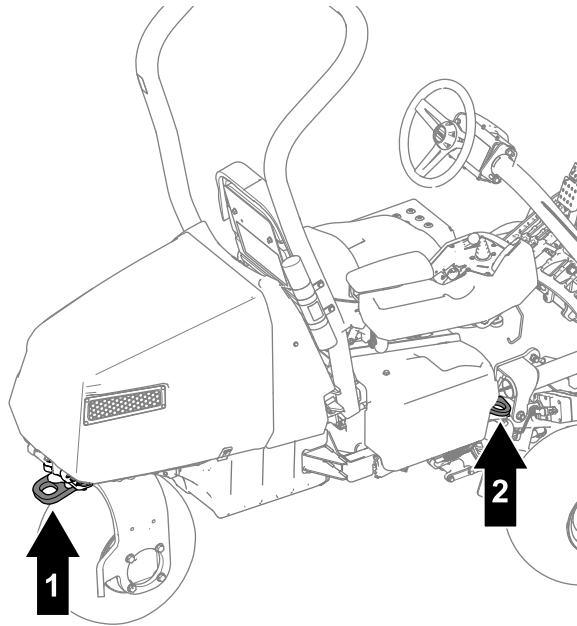

Figura 29
- Legai maina în siguranță folosind curele, lanuri, cabluri sau frânghii. Atât curelele din față, cât și cele din spate trebuie să fie îndreptate în jos și spre exteriorul mainii (Figura 29).